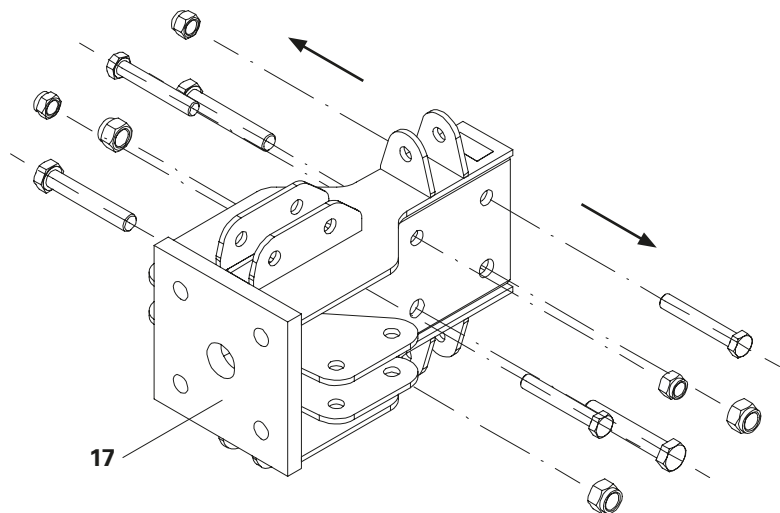

Fig. B2.02
1. Rimuovere tutti i 6 collegamenti a vite dal piede di sostegno VST 48 (**17**). (Fig. B2.02)